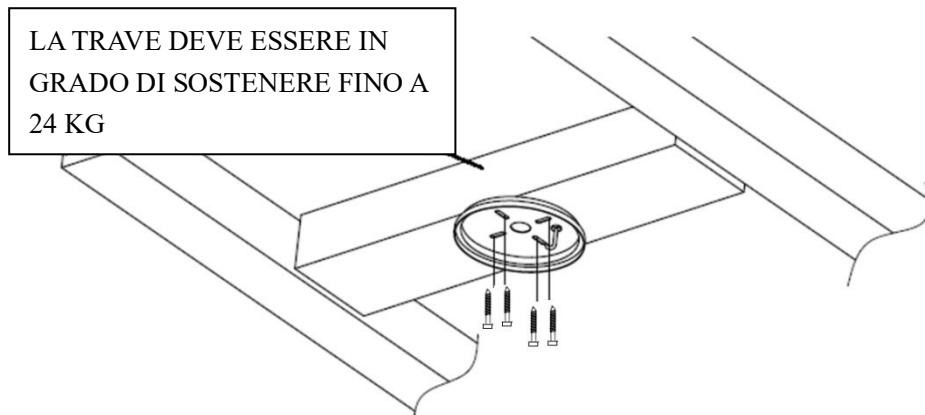

Fig. 2
- Fissare la staffa di supporto a una struttura o una trave del soffitto in grado di sostenere un carico di almeno 24 kg con le 4 viti lunghe fornite. Assicurarsi che almeno 30 mm della vite siano inseriti nella struttura (Fig. 2).